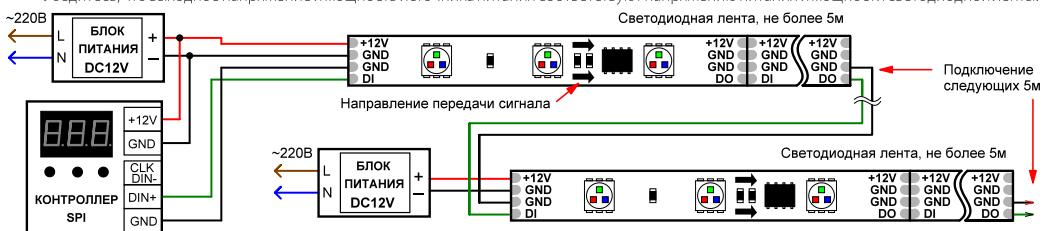

Рис.1. Схема подключения ленты.
Подключите ленту к выходу блока питания и к контроллеру согласно приведенной схеме (Рис.1.), соблюдая полярность. При подключении ленты и соединении отрезков учитывайте направление передачи цифрового сигнала, указанное стрелкой на ленте. Вход сигнала управления имеет обозначение «D1», выход – «D0». Для подключения используйте коннекторы из комплекта поставки. Руководствуйтесь маркировкой, нанесенной на ленту (см. таблицу).
- Подключите ленту согласно схеме (Рис.1.), соблюдая полярность.